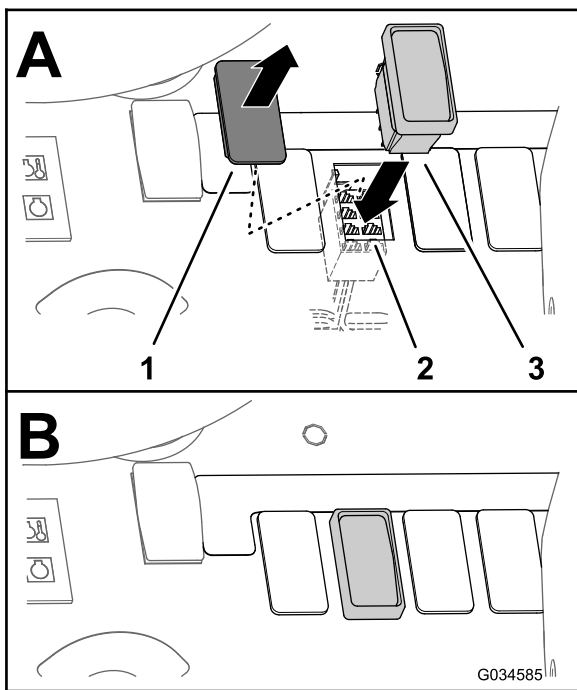

图 38
1. 卸下仪表板上供冲洗水箱开关使用的柱塞 图 38 或图 37。
3. 正确布置 8 插槽接头使其朝向仪表的开口 图 37 或 图 38。
4. 将 3 位置开关通过仪表板接入 8 插槽接头 图 37 或 图 38。
5. 将 3 位置开关插入仪表板的开口直至开关门锁牢固卡入仪表 图 37 和 图 38。